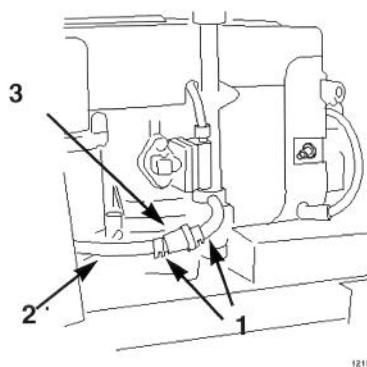

Bild 29
4. Die Enden der Schlauchschellen zusammendrücken und vom Filter abschieben (Bild 29).